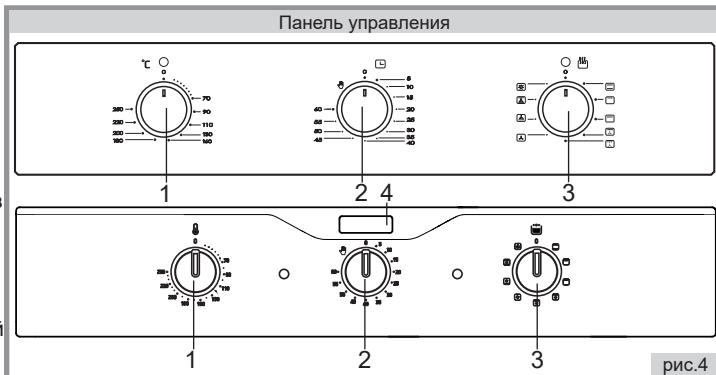

рис.4
■ На рисунке панели управления (рис.4) присутствуют элементы комфорта, которые могут присутствовать на панелях различных моделей электрошкафов. Для Вашего электрошкафа перечень элементов комфорта указан в таблице комфорта моделей на обложке настоящего руководства.